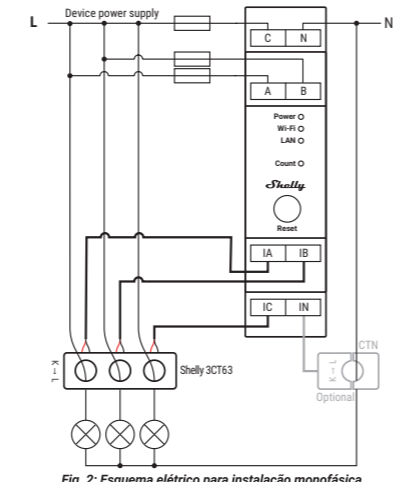

Fig. 2: Esquema eléctrico para instalação monofásica
Para uma configuração monofásica, ligar o cabo de fase (L) a todos os terminais de entrada de fase (A, B e C), como indicado na Fig. 2.